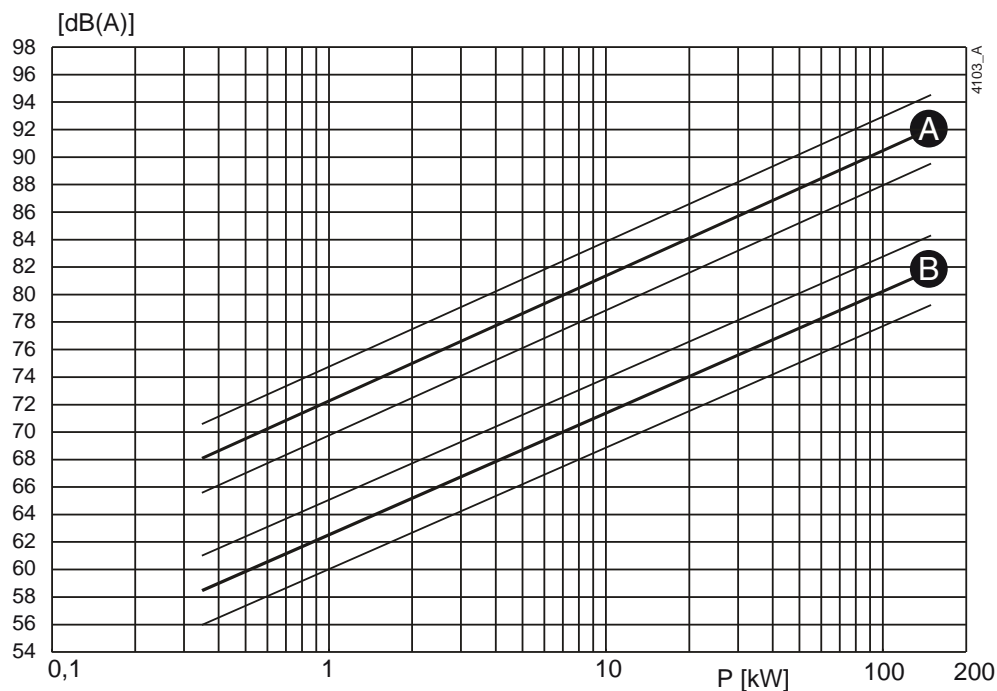
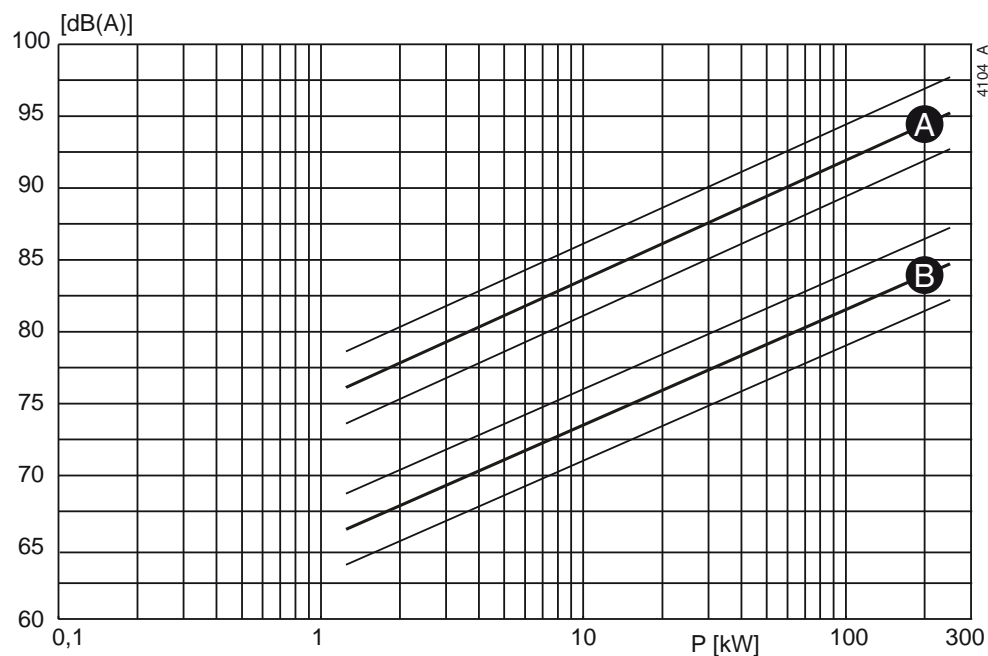

Abbildung 40: Schall als Funktion der Pumpenleistung [kW] bei  $1450 \text{ min}^{-1}$
Abbildung 41: Schall als Funktion der Pumpenleistung [kW] bei  $2900 \text{ min}^{-1}$
- 1 Um den Schallpegel ( $L_1$ ) der Pumpe zu bestimmen, siehe Abbildung 40 oder Abbildung 41.